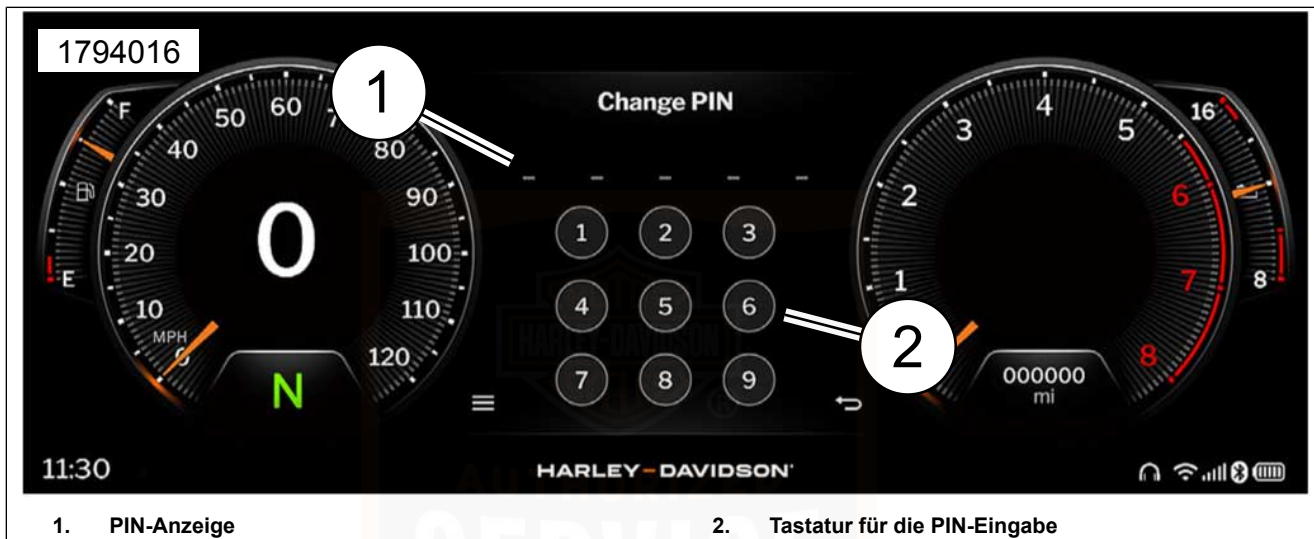

Abbildung 17. Bildschirm „PIN Änderung“
3. Siehe Abbildung 17. Der Bildschirm **PIN-Änderung** wird angezeigt.